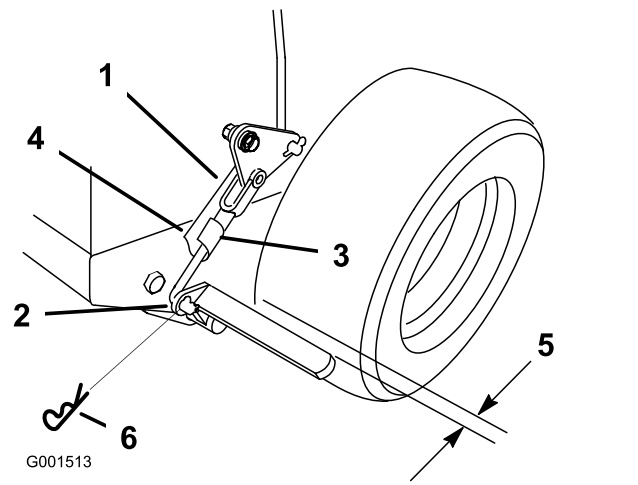

Рисунок 39
3. Извлеките шплинт из нижней тяги тормоза (Рисунок 39).
4. Чтобы затянуть стояночный тормоз, поверните нижнюю вилку тяги тормоза по часовой стрелке, заворачивая в вилку; чтобы ослабить стояночный тормоз, поверните вилку тяги тормоза против часовой стрелки, выворачивая из вилки (Рисунок 39).
5. Прикрепите нижнюю тягу к нижнему рычагу тормоза с помощью шплинта и шплинтуемого штифта (Рисунок 39).